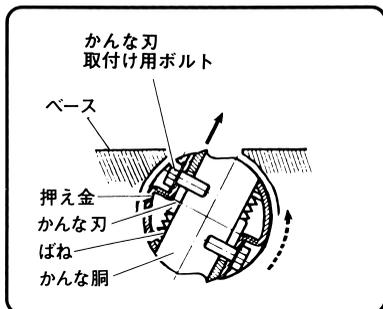

図 18
- (3) ナットカバーをひらき、かな刃回転用つまみをまわし、かな刃取付け用ボルトを上にしてかな刃固定装置のレバーを指先で押し右にまわしてかな刃を固定します。
- (4) 付属のボックススパナ (10mm) で4本のかな刃取付け用ボルトのうち内側2本をゆるめて抜き取ります。
- (5) 残った外側2本のかな刃取付け用ボルトは $\frac{1}{4}$ 回転程度ゆるめます。
- 注** • 両端のかんな刃取付け用ボルトをゆるめすぎると、かんな刃がばねに押されベース(図18参照)の内側に飛び出します。もしかんな刃が飛び出したらかんな胴を図18の点線の矢印方向にまわし、かんな刃を取り出してください。矢印と反対にまわしますと、かんな刃がベースにくい込み各部を損傷させます。